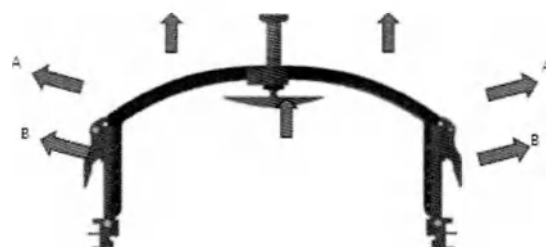

Рисунок 1
1. Установите арку в крайнее высокое положение, открыв замки (A) с обеих сторон и переместив арку вертикально вверх в положение 5. Закройте замки. (Рисунок 1)